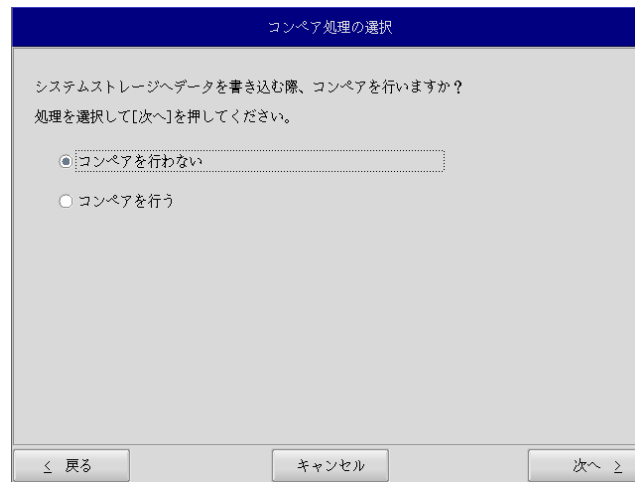

図 5-2-6. コンペア処理選択画面
- ⑩ コンペア処理の選択画面(図 5-2-6)が表示されます。